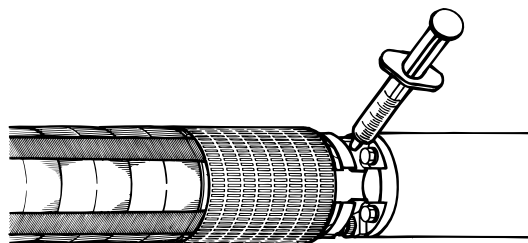

Рис. 7 Положение выпускного клапана.
1. С помощью отвертки поддеть и снять фильтр, установленный перед клапаном в верхней части двигателя. Если в фильтре имеется шлиц, то такой фильтр для демонтажа следует вывернуть. Положение заправочного клапана приведено на рис. 7.
2. Прижать наконечник заправочного шприца к клапану и заправить электродвигатель охлаждающей жидкостью. См. рис. 7. При этом не следует надавливать шприцем на клапан с чрезмерным усилием, так как это может привести к повреждению и потере герметичности клапана.